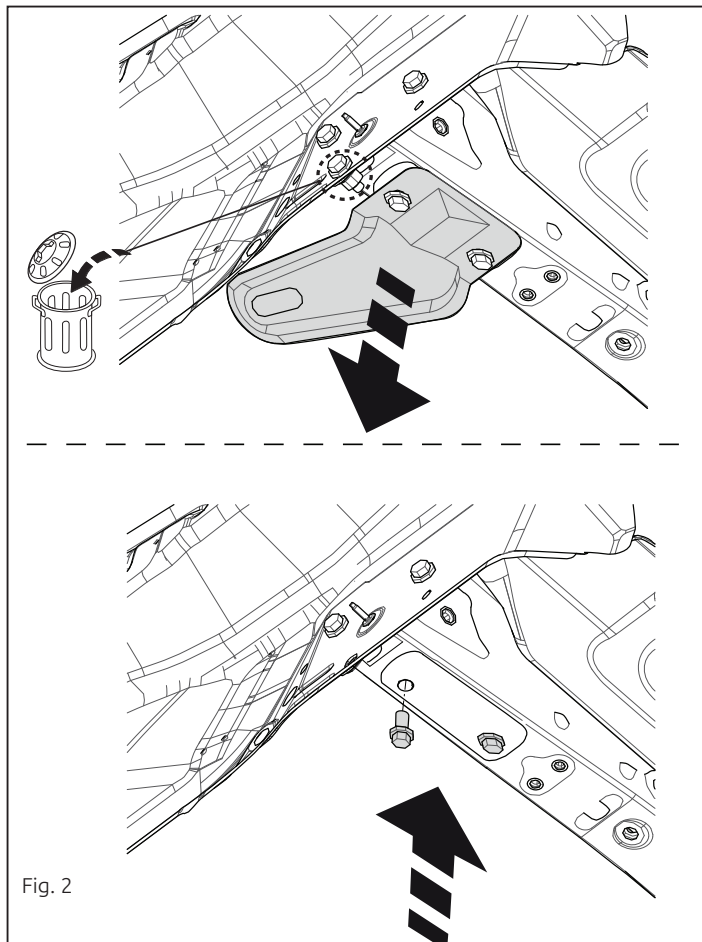

Fig. 2
3. Снять буксировочное ухо. Посадить болты на место. См. рисунок 2.